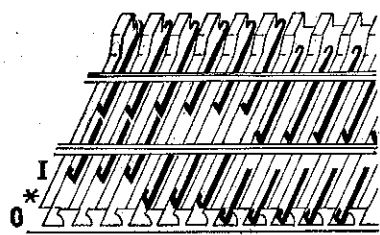
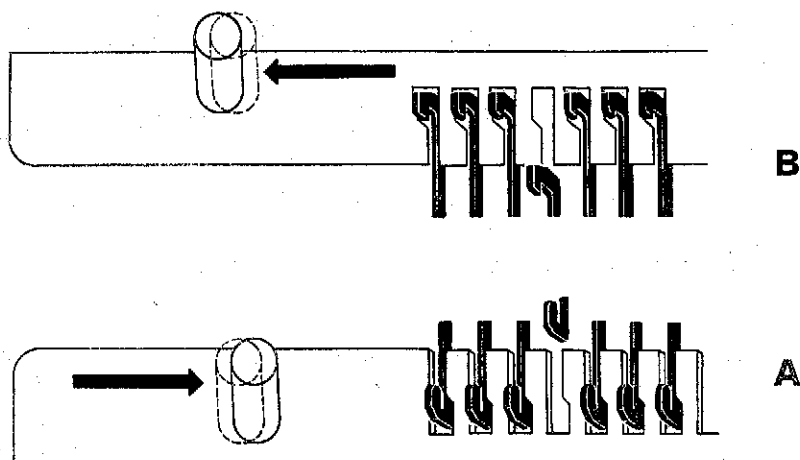

Fig. 32
Fig. 33
Hay tres básicas posiciones de los bajadores, Fig. 32
- 0 — Posición Neutral la pata del bajador dentro de su riel completamente fuera de acción (Como se entrega de la Fábrica su máquina), Fig. 32. Para sacar los bajadores de su riel vea en la pag. 12, Fig. 33.
- * — Posición de descanso, la pata del bajador está fuera del riel pero descansando sobre el mismo. Cuando está en esta posición la aguja correspondiente no teje si el diseño lo requiere pero de todas formas recibe lazadas, Fig. 32
- 1 — Posición de Trabajo, la pata del bajador fuera de su riel a una altura de la tercera parte de la cama de bajadores. Solo cuando el bajador está en Posición de Trabajo la aguja correspondiente teje normalmente, Fig. 32
Cama delantera: Empuje el botón del riel de los bajadores hacia la derecha y manténgalo así, entonces saque los bajadores y suelte el riel, Fig. 33 abajo.
Cama trasera: Empujando el botón del riel hacia la izquierda proceda de la misma forma anterior, Fig. 33 arriba.